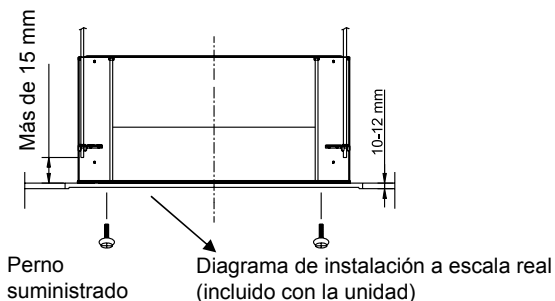

Fig. 6
3. Los pernos de suspensión deben tener una longitud adecuada para que la distancia entre la parte inferior del perno y la parte inferior de la unidad sea superior a 15 mm, como se muestra en la Fig. 6.